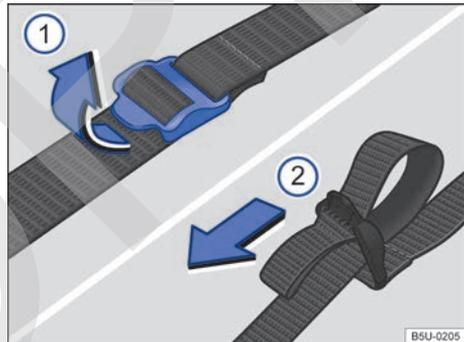

Fig. 163 Cintas de fijación de la bolsa de herramientas de a bordo.
- Tirar las hebilla de la cinta de fijación en el sentido de la flecha → fig. 163 ①.
- Tirar firmemente las cintas por las alzas en el sentido de la flecha → fig. 163 ② para fijar la bolsa de herramientas de a bordo.